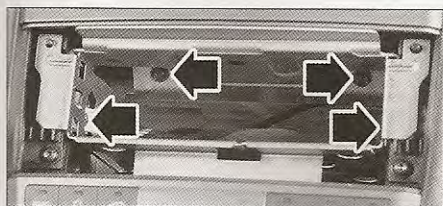

FIG. 18
- el soporte de radio (fig. 18).